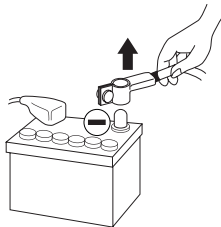

Abb. 1
- **Bevor Sie mit der Installation beginnen, trennen Sie den Minuspol der Batterie ab, um jedes Risiko einer Verletzung, eines Brandes oder einer Beschädigung des Gerätes zu vermeiden (Abb. 1).**
- 2 - Trennen Sie den Minuspol der Batterie vom Strom, bevor Sie mit der Installation beginnen (**Abb. 1**).